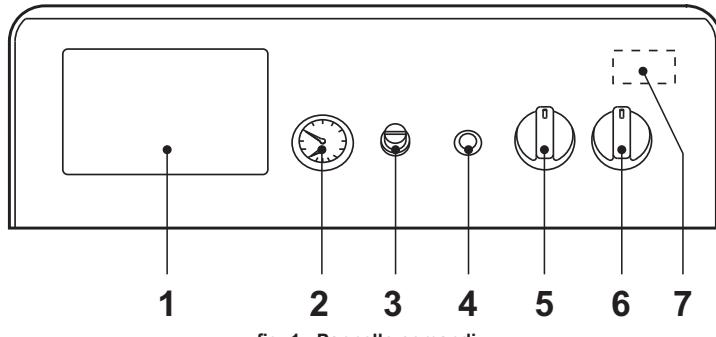
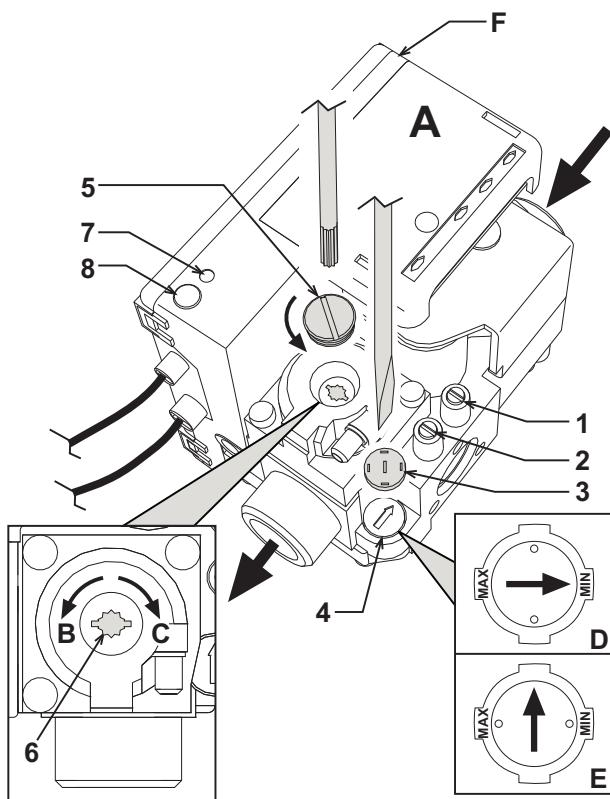

fig. 1 - Pannello comandi
fig. 3 - Regolazione della pressione
- Portare l'interruttore generale "6" sulla posizione 1 (fig. 1).
- Qualora la caldaia venga dotata di una centralina elettronica termostatica, montata in posizione 1 di fig. 1, l'utente dovrà tenere conto anche delle istruzioni fornite dal costruttore della stessa.
Ruotando la manopola 5 di fig. 1 in senso orario la temperatura dell'acqua di riscaldamento aumenta, in senso antiorario diminuisce. La temperatura può essere variata da un minimo di 30° ad un massimo di 90°. Consigliamo comunque di non far funzionare la caldaia al di sotto dei 45°.
Impostare tramite il termostato ambiente la temperatura desiderata all'interno dei locali. Su comando del termostato ambiente la caldaia si accende e porta l'acqua impianto alla temperatura impostata dal termostato di regolazione caldaia 5 di fig. 1. Al raggiungimento della temperatura desiderata all'interno dei locali il generatore si spegne.
La pressione di caricamento ad impianto freddo, letta sull'idrometro caldaia part. 2 di fig. 1, deve essere di circa 1,0 bar. Qualora durante il funzionamento la pressione dell'impianto scendesse (a causa dell'evaporazione dei gas disciolti nell'acqua) a valori inferiori al minimo sopra descritto, l'utente dovrà, agendo sul rubinetto di caricamento, riportarla al valore iniziale. A fine operazione richiedere sempre il rubinetto di riempimento.
Collegare un manometro alla presa di pressione 2 (fig. 3) posta a valle della valvola gas, ruotare la manopola del termostato caldaia (rif. 5 - fig. 1) sul valore massimo.
Dopo aver tolto il tappo di protezione 5 (fig. 3), regolare la pressione del gas al bruciatore a mezzo della vite 6 al valore desiderato (vedere tabella dei dati tecnici e i diagrammi di variabilità di potenza riportati nel cap. 5).
2. Togliere dalla valvola gas il piccolo cappuccio di protezione 3 (fig. 3). Con un piccolo cacciavite regolare lo "STEP" d'accensione per il gas desiderato (**G20-G25** posizione D fig. 3 oppure **G30-G31** posizione E fig. 3); rimettere quindi il cappuccio.